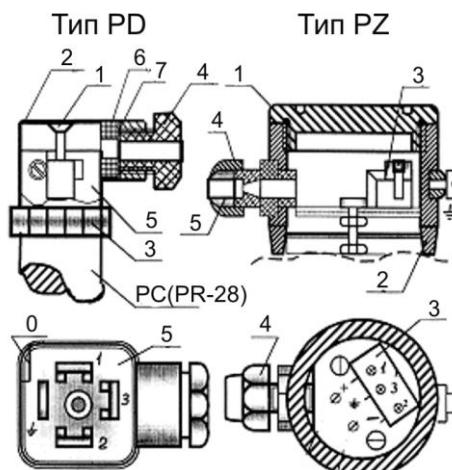

Рисунок 6 - Виды электрических присоединений PD, PZ
2.2.16 Для электрического присоединения с разъёмом типа PD (штепсельный разъём) (см. рисунок 6) необходимо:
2.2.18 Для электрического присоединения с разъёмом типа PZ (см. рисунок 6) необходимо:
Для электрического присоединения с разъёмом типа PZ (рисунок 6):